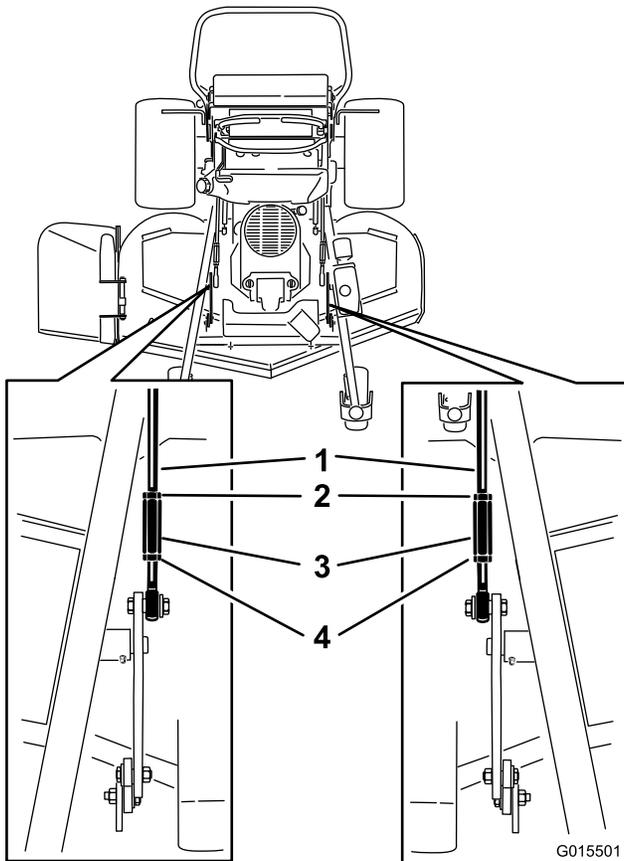

Figura 94
2. Afloje las tuercas delanteras y traseras y los acoplamientos de elevación de las varillas de ajuste (Figura 94).
- Apriete los acoplamientos de elevación (Figura 94).
- Si las dimensiones no son correctas, ajuste las tuercas delanteras y traseras en cada lado hasta obtener la inclinación longitudinal correcta (Figura 94).